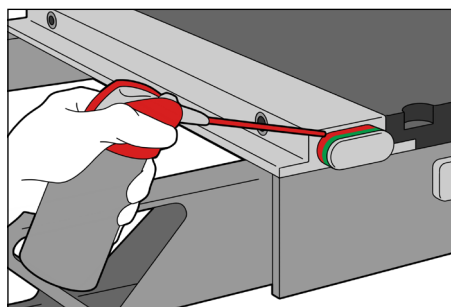

Fig. 5
7. Pulvériser du lubrifiant dans la fente située entre le haut du bouton et le logement du loquet de verrouillage afin de lubrifier les composants intérieurs. (Fig. 5)